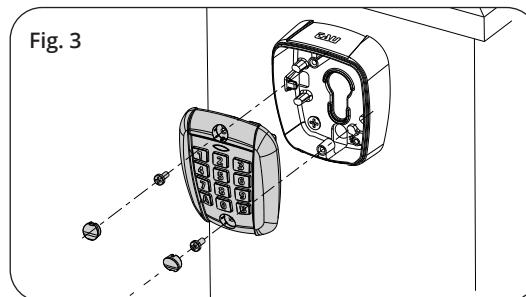

Fig. 3
- Wenn die Einsetzbasis an die Wand oder Säule befestigt wurde, die Tastaturoberplatte montieren (Abb. 3).